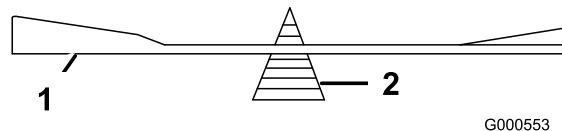

Figure 51
2. Vérifiez l'équilibre de la lame en la plaçant sur un équilibrEUR (Figure 51). Si la lame reste horizontale, elle est équilibrée et peut être utilisée. Si la lame est déséquilibrée, limez un peu l'extrémité de la partie relevée seulement (Figure 50). Répétez cette procédure jusqu'à ce que la lame soit équilibrée.